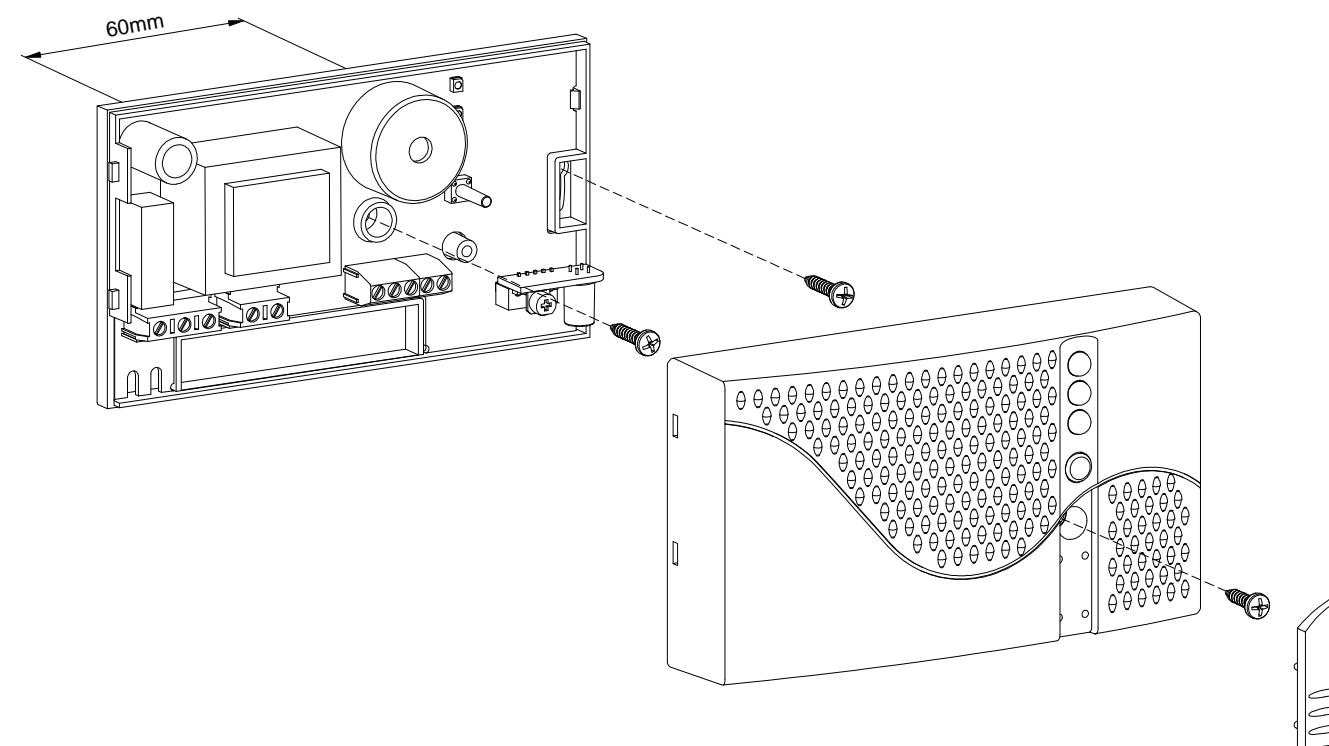

Fig. 2: Esempio di installazione di un SEGUGIO plus -
3. Rimuovere la calotta come indicato in Fig. 2: